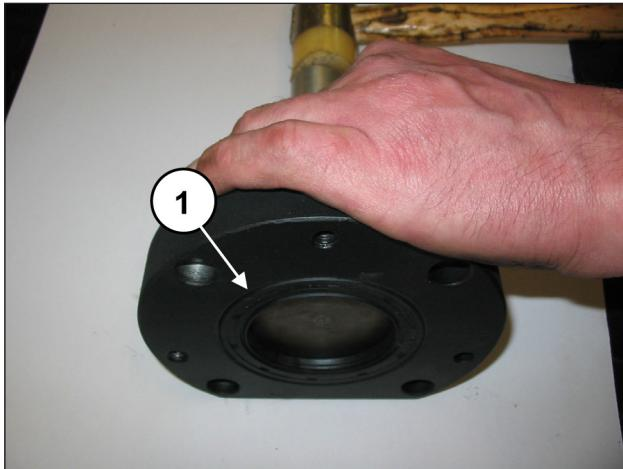
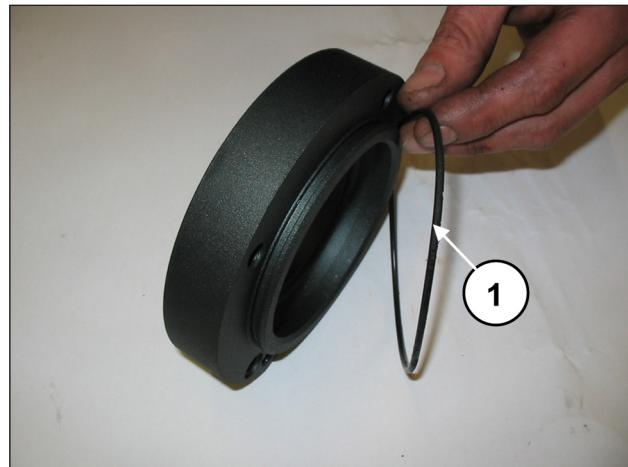
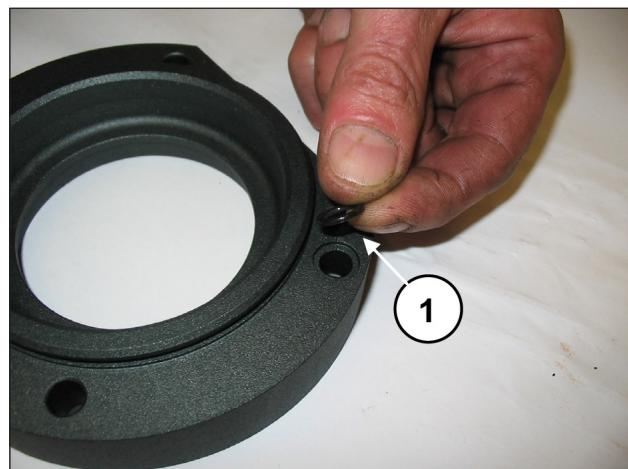

Fig. 28
Fig. 29
Fig. 30
Extraia o anel de estanqueidade radial (pos. ①, Fig. 28), o O-ring externo (pos. ①, Fig. 29) e o O-ring do furo de lubrificação (pos. ①, Fig. 30).